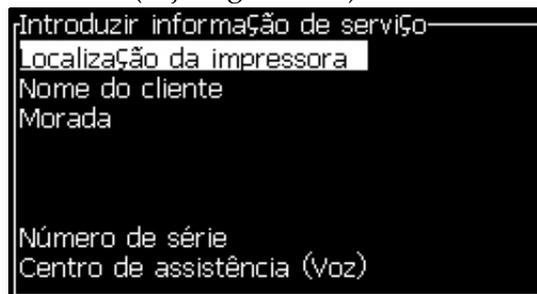

Figura 4-23: Caixa de diálogo Inserir informações de assistência técnica
- 2 Selecione a opção *Inserir informações de assistência técnica* e pressione a tecla *Enter*. A caixa de diálogo *Inserir informações de assistência técnica* é exibida (veja Figura 4-23).